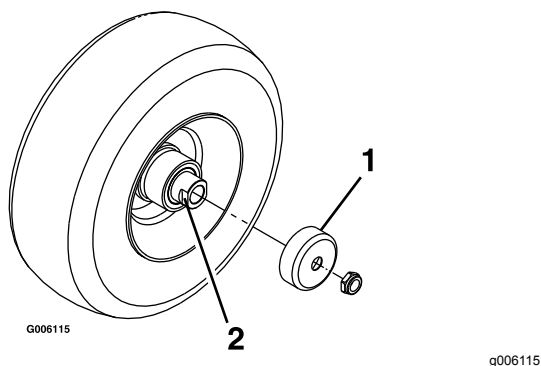

Figure 40
4. Déposez les protège-joints du moyeu de roue (Figure 40).